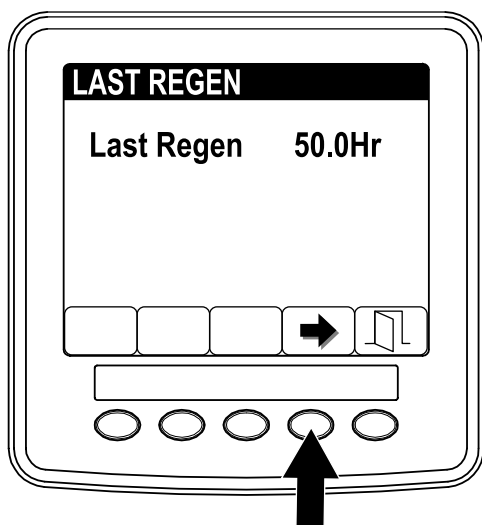

Figura 37
3. Utilize o campo ÚLTIMA REGEN (Figura 37) para determinar quantas horas o motor trabalhou desde a última regeneração de recuperação, em estacionamento ou de reposição.